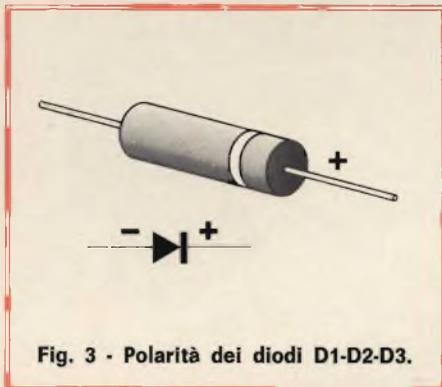

Fig. 3 - Polarità dei diodi D1-D2-D3.
- Montare gli zoccoli per transistor, i diodi D7-D2 e lo zener D3. Per l'esatta inserzione di D1-D2-D3 è bene osservare la fig. 3 la quale indica il lato positivo degli stessi che è rappresentato da una fascetta colorata sull'involucro.